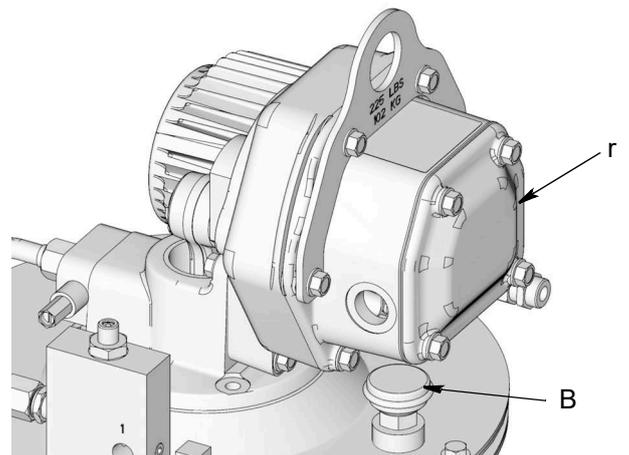

図 12
注: ポンプ (A) を適切に取り付けたら、ブリーザー (B) は制御ボックス (r) の下にくるはずですが、図 12。